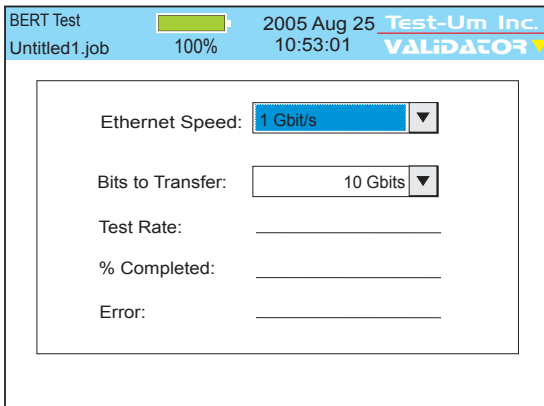

Abbildung 5.9 BERT-Test
1. Wählen Sie in der Anzeige 'Data Manual Tests' (Datenkabel - Manueller Test) die Schaltfläche 'BERT Test' (BERT-Test) aus (Abbildung 5.9).